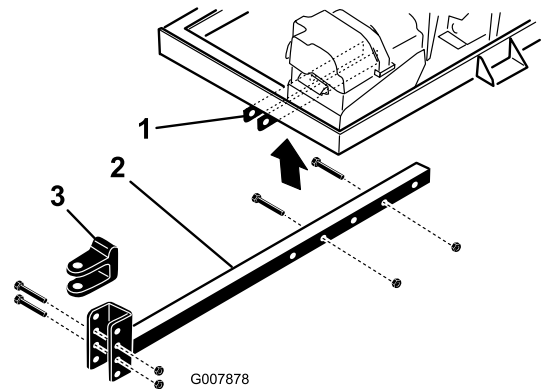

Bild 4
3. Stecken Sie das Anbauvorrichtungsrohr in die Rahmenhalterungen (Bild 4). Befestigen Sie das Rohr mit zwei Schrauben ($\frac{3}{8}$ " x 3") und Bundmuttern ($\frac{3}{8}$ ") am Rahmen und ziehen sie bis auf 40 Nm an.
- Entfernen Sie die Schrauben und Sicherungsmuttern, mit denen der Anbauvorrichtungsstift (Bild 4) am Anbauvorrichtungsrohr befestigt ist.